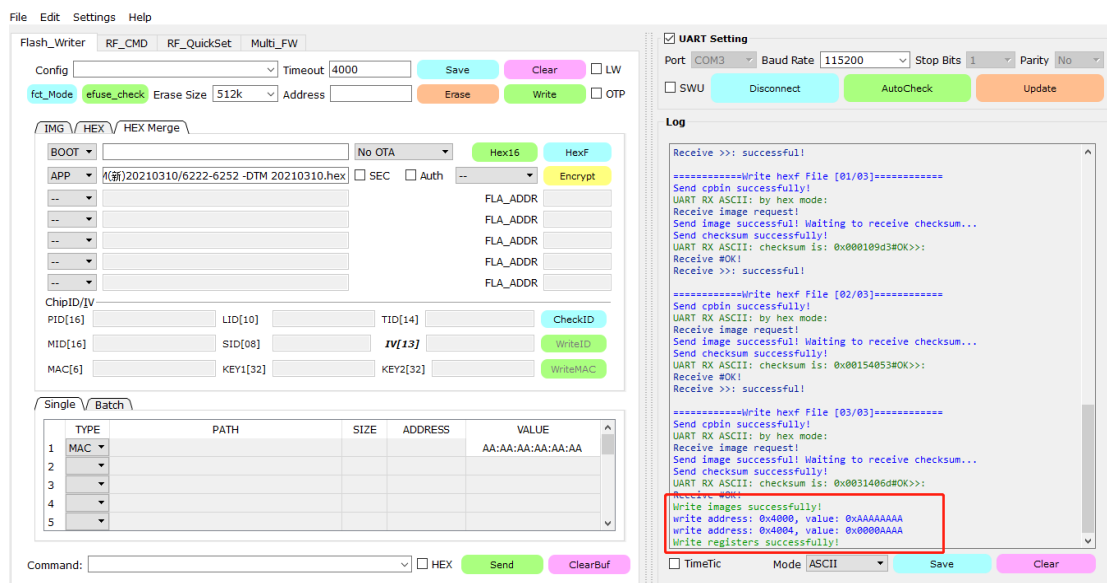

图 4
4. 点击 Erase，待右侧界面显示绿色 Erase successfully! 点击 Write 键，等待右侧界面显示绿色 Write registers successfully! 软件烧录完成，如图 4